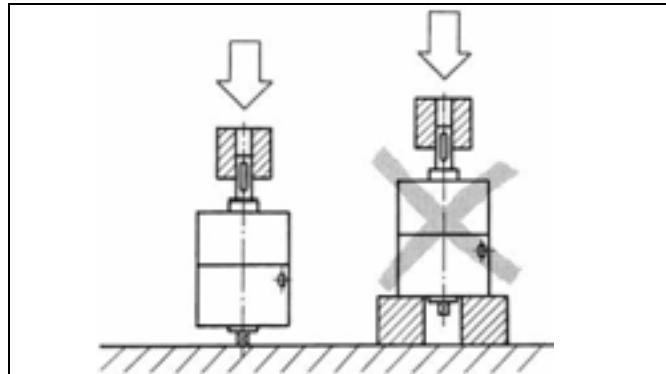

Fig. 4: Belastning av axeln
- ▶ Vid fastsättning av exempelvis en koppling på axeln ska presskraften tas upp direkt av axeln, se Fig. 4.